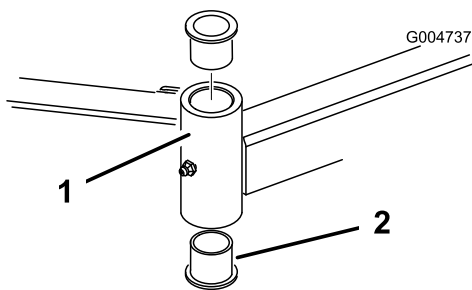

Bild 125
4. Stecken Sie einen Dorn oben oder unten in das Befestigungsrohr und treiben die Büchsen heraus (Bild 125).